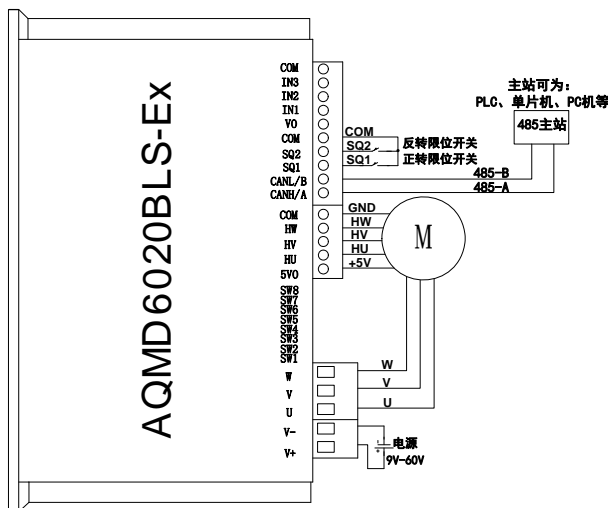

图 3.6 485 通讯电源及电机接线图
- 4) 若主站为 485 设备,485 主站与驱动器的 485/CAN接口按照A-A、B-B的方式连接(为了信号更稳定,可将驱动器的COM与主站的信号地相连),如图 3.6 所示,接通电源(注意:电源的电压应与电机的额定电压一致,且能够提供的电流大于电机的额定电流)。